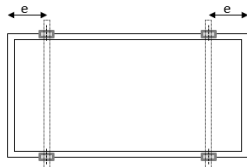

Bild A2: 6 Klemmen an langer Rahmenseite
**Tabelle A2-1 Testlast mit 4 Klemmen an langer Rahmenseite (Bild A2)**
**Tabelle A2 Designlast mit 4 Klemmen an langer Rahmenseite (Bild A2)**